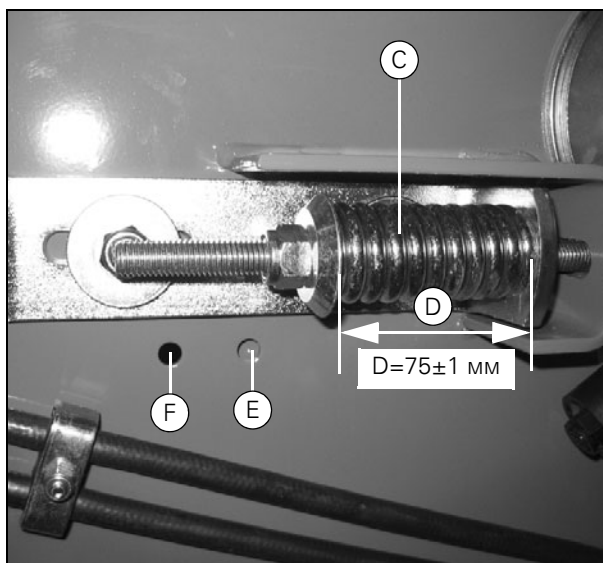

Рисунок 13
- Натяните цепь, сжав пружину (С) (Рис. 13). Расстояние (D) = 75 ± 1 мм. Помните, что упругость пружины блокируется втулкой, если данное расстояние равно 74 мм.
ВАЖНОЕ ЗАМЕЧАНИЕ: Убедитесь, что цепь элеватора имеет нужную длину. Длину цепи необходимо отрегулировать таким образом, чтобы подвеска вала закрывала переднее смотровое отверстие (Е) и не была видна в заднем отверстии (F) (Рис. 13).